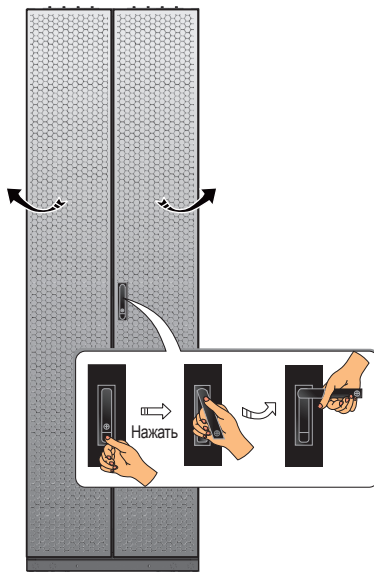
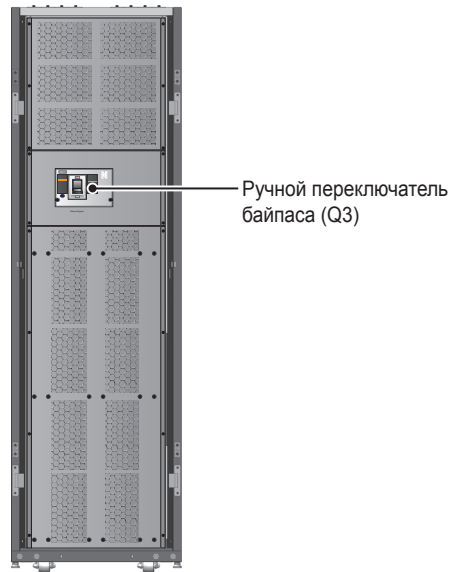

Рис. 2-6. Вид сзади
Рис. 2-7 Вид сзади с открытыми дверцами
- **Вид сзади:** после того, как будет разблокирована и открыта задняя дверца, можно увидеть ручной переключатель байпаса (Q3) (см. **Рис. 2-6** и **Рис. 2-7**).